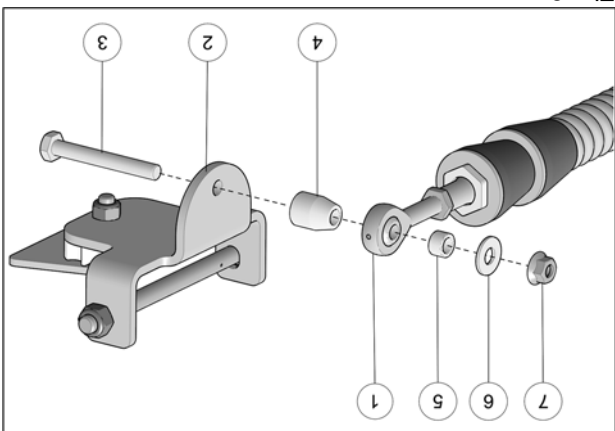

Fig. 8
- Fixer le bras stabilisateur (1) à l'ancrage de suspension (2) à l'aide du boulon (3), de l'espacer long (4), de l'espacer court (5), de la rondelle (6) et de l'écrou autobloquant (7). Serrer à un couple de 70 N•m [52 lb•pi]. Voir la Fig. 8.